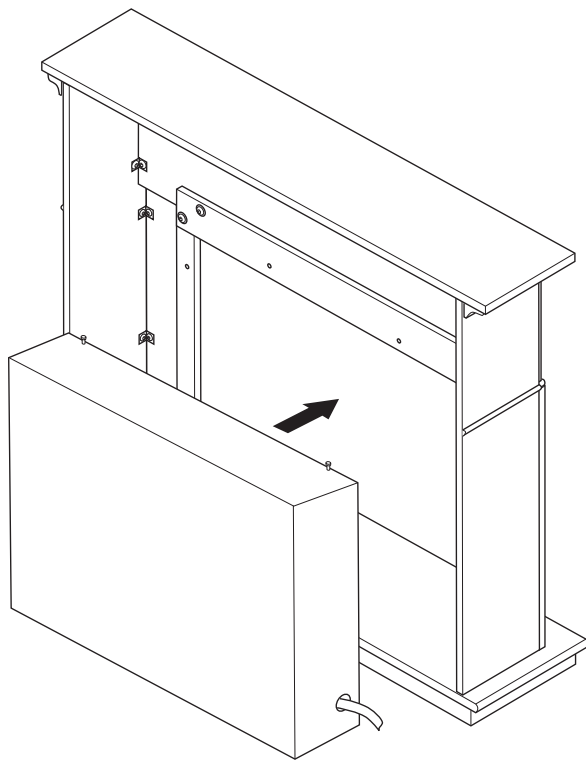

Figure 6 - Installation du foyer
5. Positionnez le foyer dans le manteau (voir figure 6). Positionnez avec soin les canalisations de gaz.